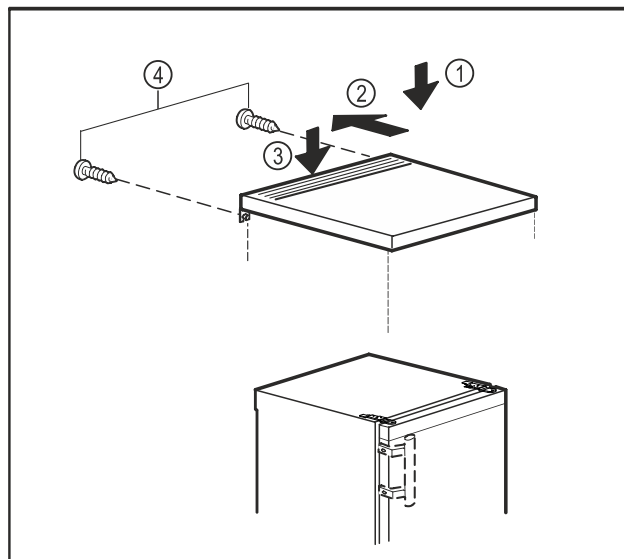

Fig. 10
- ▶ Vendosni pllakën e sipërme mbi pajisje. Fig. 10 (1)
- ▶ Shtyni pllakën e sipërme për nga pas. Fig. 10 (2)
- ▶ Shtyni për poshtë pllakën e sipërme në pjesën e pasme. Fig. 10 (3)
- ▶ Shtrengoni vidat në pjesën e pasme. Fig. 10 (4)